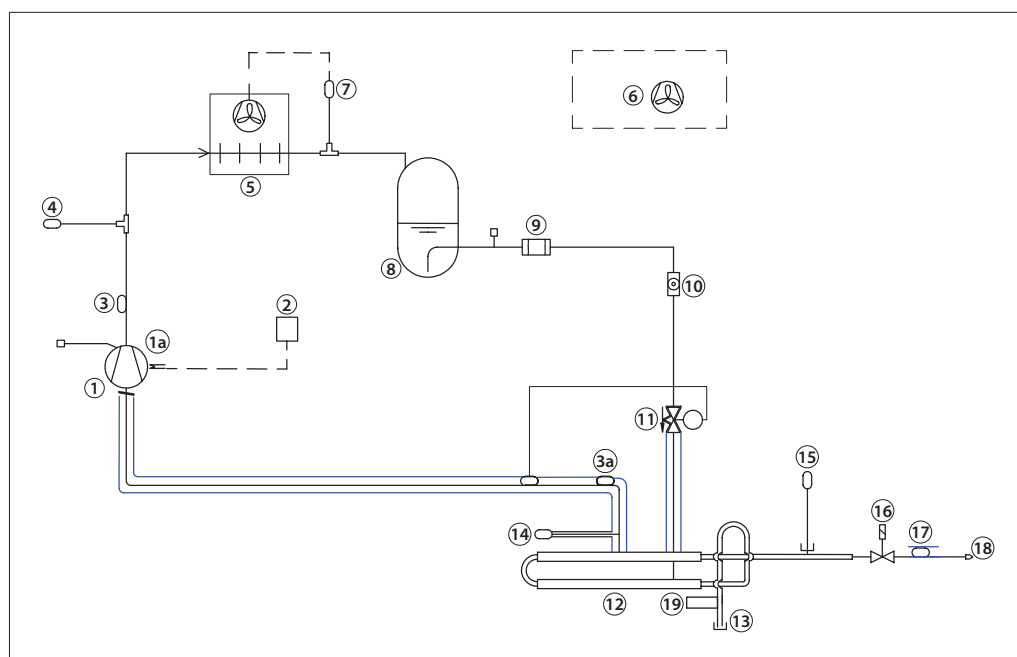

Fig. 1 - Layout do R452A do purgador
** Consulte a Fig. 1 e a Fig. 10a
Apenas 1 conexão mecânica é necessária para o purgador (consulte a Fig. 1). O fluxo de amônia/gases não condensáveis da planta principal é realizado através do flange para amônia (consulte 13 na Fig. 1 abaixo), enquanto a purga dos gases não condensáveis é realizada através do tubo de escape depois do restritor de purga (18).